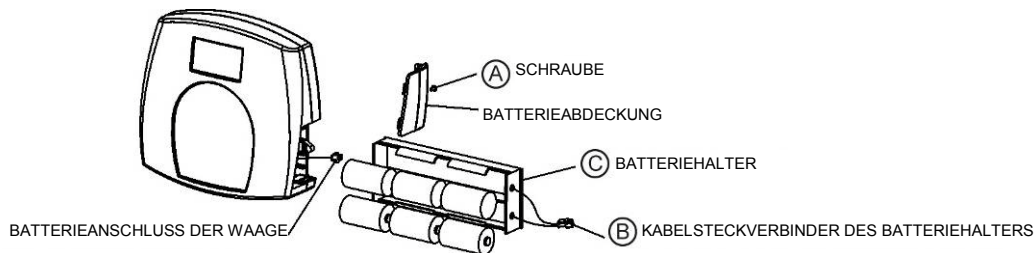

Abbildung 3 – Batterien
2. Batterien in den Batteriehalter einsetzen (siehe „Batterien“ in Abbildung 3, unten).
2. Die Batteriefachabdeckung von der Display/Baugruppe entfernen – siehe Abbildung 3 (A), oben.
3. Den Kabelsteckverbinder des Batteriehalters vom Batterieanschluss der Waage (B) trennen.
4. Den Batteriehalter (C) durch vorsichtiges Herausschieben aus der Display-Baugruppe entfernen.
6. Den Batteriehalter (C) vorsichtig in die Display-Baugruppe schieben.
7. Den Kabelsteckverbinder des Batteriehalters am Batterieanschluss der Waage (B) einstecken.
8. Die Batteriefachabdeckung an der Display-Baugruppe anbringen und die Schraube (A) installieren.